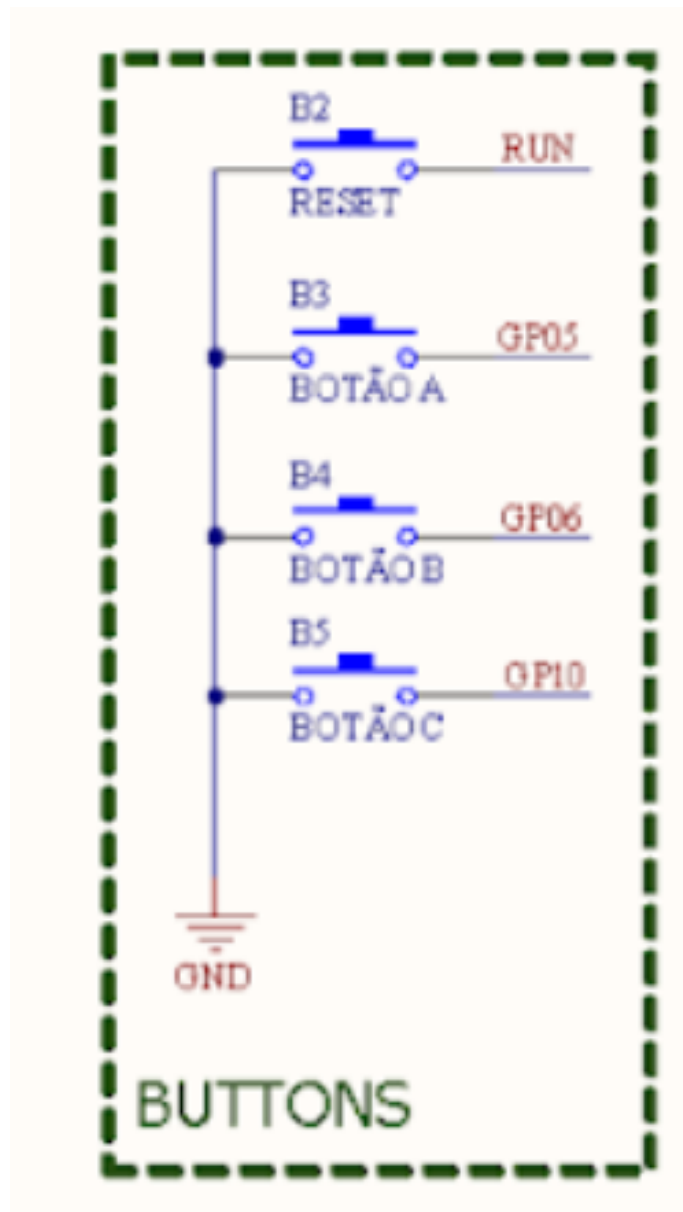

Figura 2: Conexão dos botões ao RP2040.
**Resposta:** O esquema está mostrado na Figura 2.